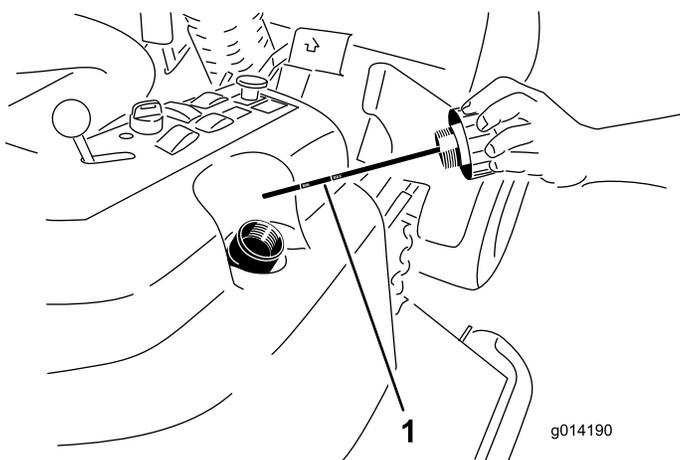

Рисунок 47
2. Снимите крышку (Рисунок 47) с маслобака.
3. Извлеките масломерный щуп и протрите его чистой ветошью (Рисунок 47).
4. Вставьте масломерный щуп в заливную горловину до отказа; затем извлеките его и проверьте уровень жидкости (Рисунок 47).